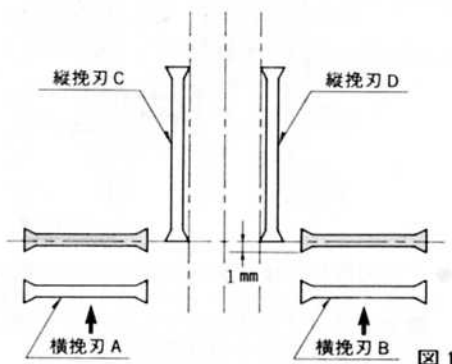

図1
●前後の調節（図1）
1. Aの刃先をC、Dの刃先に対し図1のように合わせます。